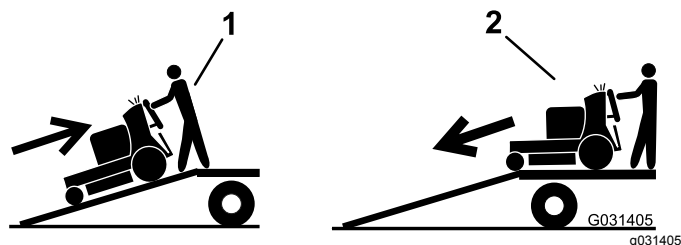

Figura 30
- Suba la máquina por la rampa en marcha atrás (Figura 30).